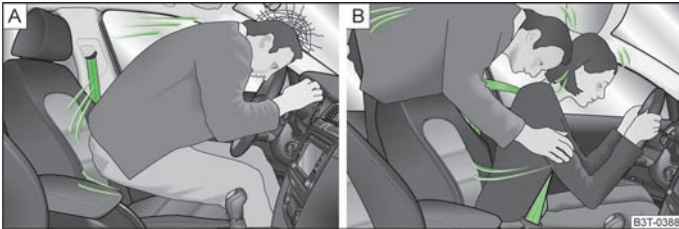

Fig. 78 Conducente senza cinture di sicurezza / passeggeri posteriori senza cinture di sicurezza
Le cinture di sicurezza posizionate correttamente mantengono in posizione corretta gli occupanti della vettura » fig. 78.
- In caso di incidente frontale, gli occupanti della vettura non allacciati vengono catapultati in avanti e vanno a sbattere senza possibilità di controllo contro componenti dell'abitacolo, quali il volante, la plancia e il parabrezza » fig. 78 - . In taluni casi potrebbero essere addirittura catapultati all'esterno della vettura, con possibilità di lesioni molto gravi o addirittura mortali.
Anche per i passeggeri sui sedili posteriori è importante allacciare le cinture, perché in caso d'incidente possono essere sbalzati in modo incontrollato all'interno della vettura. Il passeggero seduto dietro che non allaccia la cintura non mette quindi in pericolo soltanto la propria incolumità, ma anche quella degli altri occupanti » fig. 78 - .